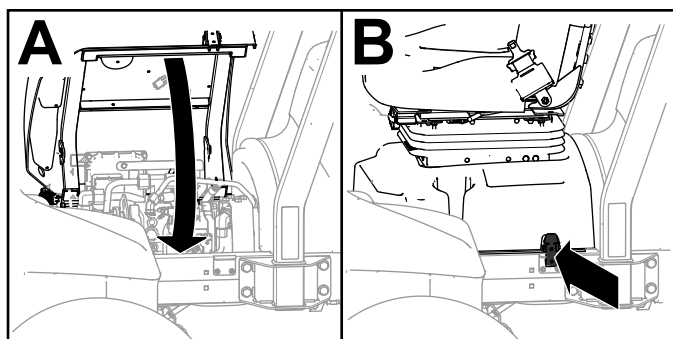

Figura 32
3. Gire el asiento y la base del asiento a la posición de cerrado (Figura 32, A).
4. Enganche la base (Figura 32, B).